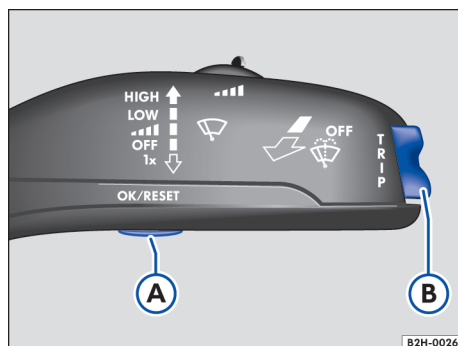

Fig. 15 Na alavanca dos limpadores do para-brisa: botões para operar os menus.
- Caso uma mensagem ou o pictograma de veículo sejam exibidos, pressionar o botão → Fig. 15 (A).
- Para listar o menu principal ou retornar ao menu principal a partir de outro menu, manter a chave (B) pressionada.